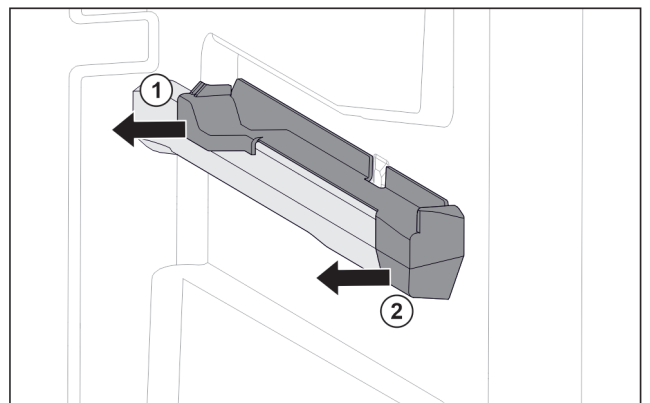

Fig. 50 Insteekelstuk op rechter containerrib
- ▶ Insteekelstuk achter naar de zijkant toe eraf trekken. Fig. 50 (1)
- ▶ Insteekelement voor naar de zijkant toe eraf trekken. Fig. 50 (2)